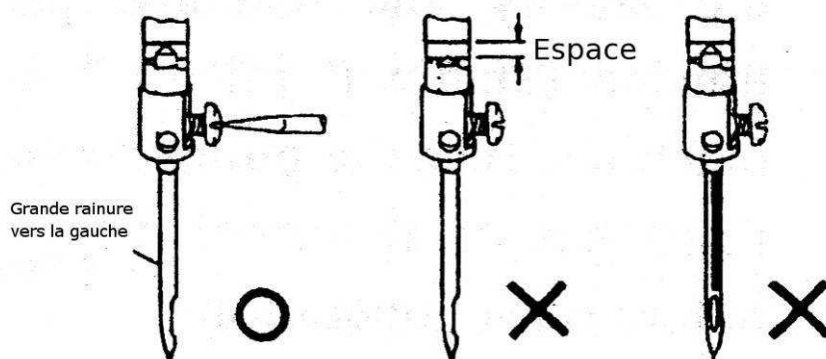

Fig 2
| 4. Mise en place de l'aiguille (Fig. 2) | 5 |
4. Mise en place de l'aiguille (Fig. 2)